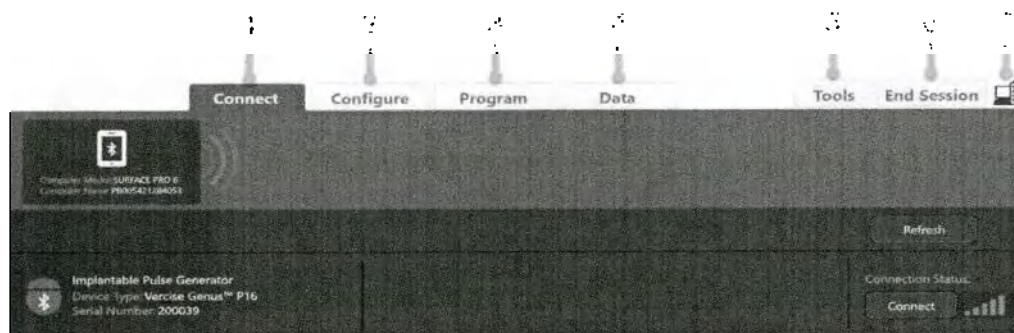

Рисунок 7. Вкладка Connect (Подключение) Vercise Genius
3. После запуска Vercise Neural Navigator на экране появится вкладка Connect (Подключение), после чего программное обеспечение автоматически попытается найти подключаемый стимулятор (Рисунок 7).
- (а). Vercise Genius: Стимулятор, находящийся в режиме КП (Режим подключения) и в зоне доступа, автоматически появится на вкладке Connect (Подключение) (Рисунок 7). Если стимулятор не найден и не отображается на вкладке Connect (Подключение), посмотрите на экран пульта дистанционного управления пациента и убедитесь, что стимулятор находится в зоне доступа и в режиме КП (Режим подключения). Нажмите кнопку Refresh (Обновить) на КП (Рисунок 7).